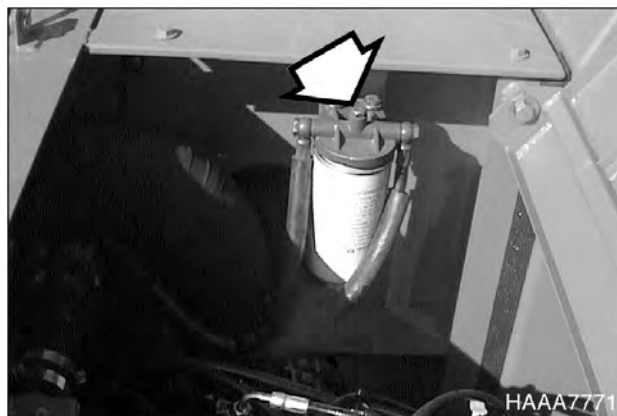

Рис. 70
1. Ослабить заглушку (рис. 70) сверху на головке топливного фильтра.